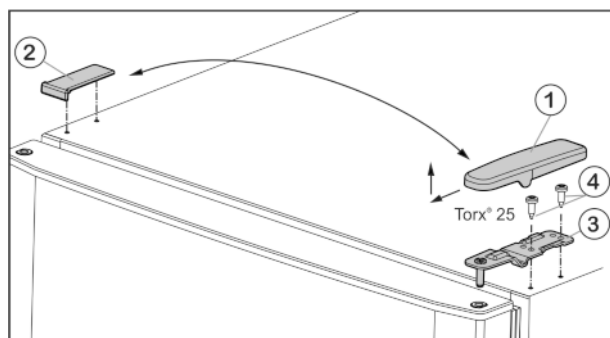
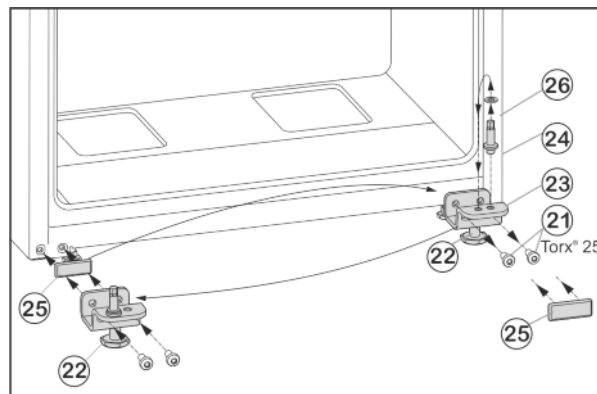

Fig. 5
Fig. 7
- Потяните крышку Fig. 5 (1) вперед и вверх.
- Снимите крышку Fig. 5 (2).
- Открутите верхний опорный кронштейн Fig. 5 (3) (2 шт. Torx® 25) Fig. 5 (4) и вытяните вверх.
- Открутите крепежные винты Fig. 7 (21).
- Снимите нижний опорный кронштейн Fig. 7 (23) вместе с опорным пальцем Fig. 7 (24), шайбой Fig. 7 (26) и регулируемой опорой Fig. 7 (22).
- Открутите опорный палец Fig. 7 (24) вместе с шайбой Fig. 7 (26) и, переставив в отверстие на противоположной стороне опорного кронштейна, снова прикрутите.
- Аккуратно снимите защитную пластину Fig. 7 (25) и переставьте ее на противоположную сторону.
- Прикрутите нижний опорный кронштейн Fig. 7 (23) вместе с опорным пальцем Fig. 7 (24), шайбой Fig. 7 (26) и регулируемой опорой Fig. 7 (22) с другой стороны шарнира (**с моментом 4 Нм**), при необходимости используйте аккумуляторный шуруповерт.
- Установите нижнюю дверцу сверху на опорный палец Fig. 7 (24).
- Вставьте средний опорный кронштейн (13) с поворотом на 180° в нижнюю дверцу и прикрутите с помощью крепежных винтов (11) (2 шт. Torx® 25) на новую сторону шарнира (**с моментом 4 Нм**).
- Снова установите пластиковую шайбу (10).
- Установите верхнюю дверцу на средний опорный кронштейн (13).
- Установите верхний опорный кронштейн Fig. 5 (3) на новой стороне шарнира и защелкните в дверце.
- Привинтите верхний опорный кронштейн (**с моментом 4 Нм**) (2 шт. Torx® 25) Fig. 5 (4). При необходимости используйте аккумуляторный шуруповерт.
- Наденьте и защелкните крышку Fig. 5 (1) на противоположной стороне снаружи.
- Также наденьте сверху и защелкните крышку Fig. 5 (2) на противоположной стороне.
- Выверните регулируемую опору Fig. 7 (22) на нижнем опорном кронштейне Fig. 7 (23) до ее соприкосновения с полом.